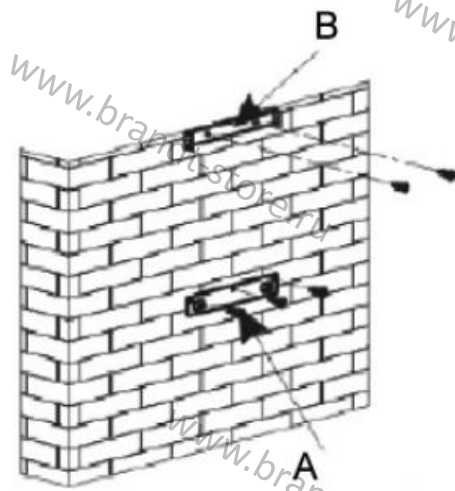

Рис. 1
При наличии выходного отверстия на улице (рис. 1)
- Просверлите 3 намеченных отверстия диаметром 8 мм и вставьте дюбели (рисунок 1, А).
- Установите кронштейн для крепления прибора и проверьте, чтобы он был установлен идеально ровно (рисунок 1, А).
- Рассчитайте окончательную высоту установки U-образной скобы для крепления короба (рисунок 1, В).
- Просверлите 2 отверстия диаметром 8 мм и установите скобу для крепления короба. Обратите внимание, что она должна быть расположена по одной оси с прибором (рисунок 1, В).
- Рассчитайте окончательную высоту установки U-образной скобы для крепления короба (рисунок 1, часть В).